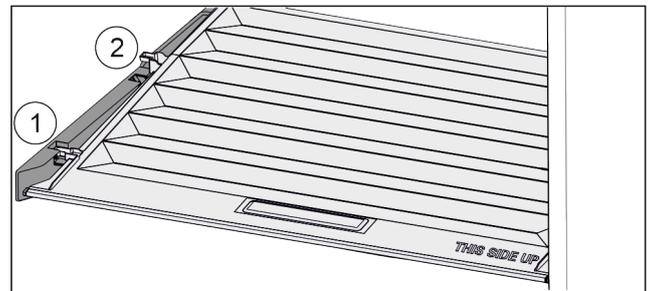

Fig. 71
- ▶ Deslice la tapa hacia delante hasta la abertura de las piezas de sujeción Fig. 71 (1).
- ▶ Levántela por detrás desde abajo y retírela tirando hacia arriba Fig. 71 (2).